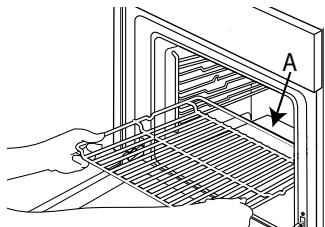

Рис. 1
1. Вставьте решетку горизонтально в держатели, чтобы приподнятая сторона «A» была обращена вверх (рис. 1).